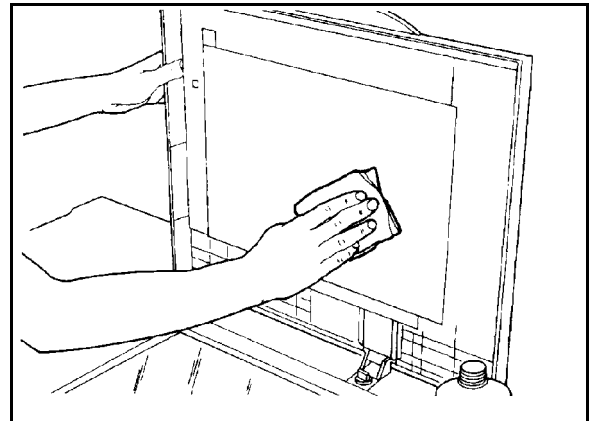

Figura 4: limpar a Tampa do vidro de originais
- 3 Esfregue o lado inferior da Tampa do vidro de originais até que esteja limpo e seco, conforme ilustrado na Figura 4.